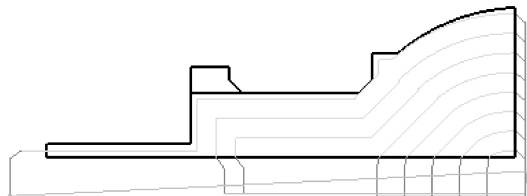

图 8-49 内孔粗车刀具路径
2) 在立即菜单中选择【单个拾取】选项,状态栏中提示“拾取被加工表面轮廓”,依次拾取加工表面轮廓线并单击鼠标右键确定;状态栏中提示“拾取定义的毛坯轮廓”,顺序拾取毛坯的轮廓线并单击鼠标右键确定;状态栏中提示“输入进退到点”,输入“5,8”后按回车键,生成如图 8-49 所示的刀具路径。